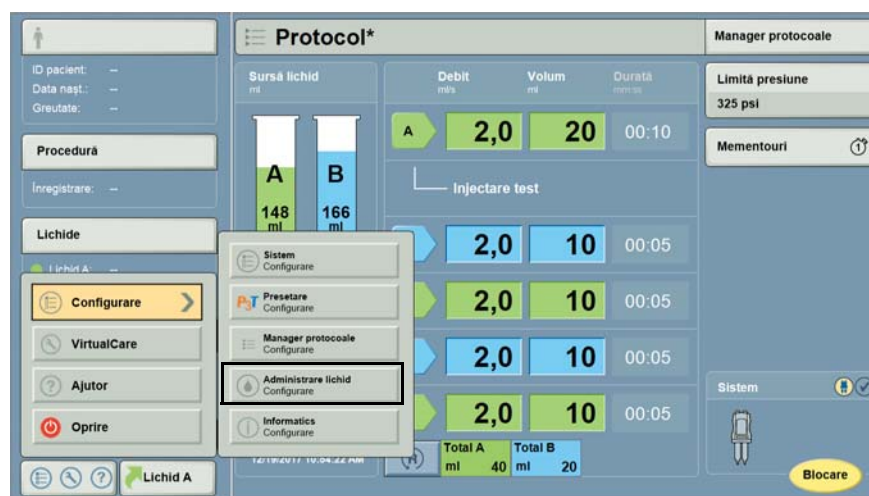

Figura 13 - 10: Categoriile de configurare (Configurare administrare lichid)
2. Selectați opțiunea **Configurare administrare lichid**. Consultați Figura 13 - 10: Categoriile de configurare (Configurare administrare lichid).